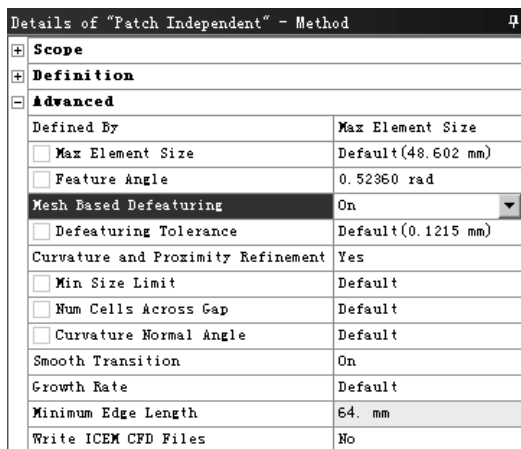

图 5.1.4 “Details of ‘Patch Independent’ -Method” 对话框
(2) 独立分片算法 (Patch Independent)。该方法基于 ICEM CFD Tetra 四面体或棱柱的 Octree 方法，先生成体网格，然后映射到点、边和面创建表面网格。可以对 CAD 模型的长边等进行修补，更适合对质量差的 CAD 模型划分网格。
- ◆ 选用独立分片算法的方法：主要操作与协调分片算法一样，另外，在图 5.1.4 所示的“Details of ‘Patch Independent’ -Method”对话框中的 **Advanced** 区域还有清除